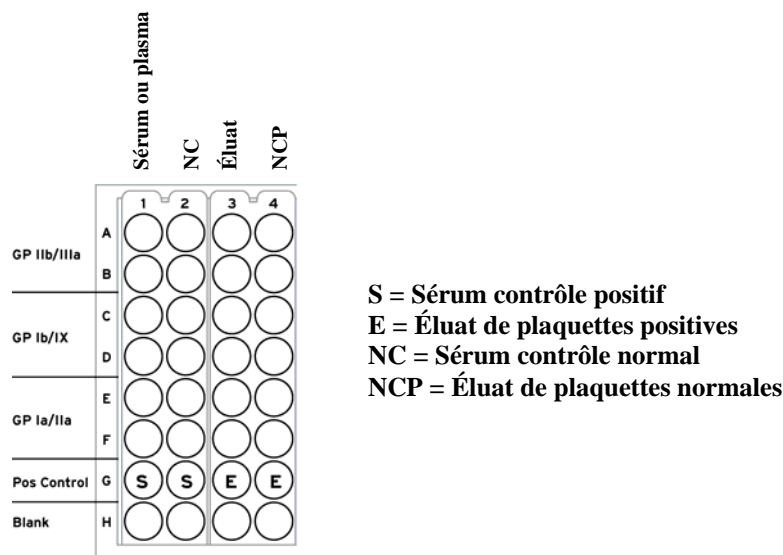

Figure 1
12. Ajouter 50 µl de l'éluat, du contrôle dilué ou de l'échantillon dans les puits d'une colonne tel que montré à la figure 1.